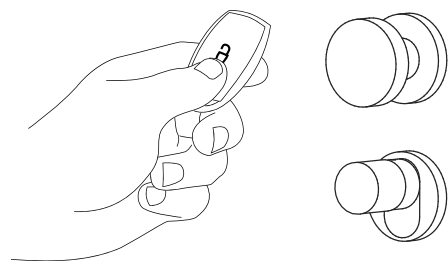

Fig. 1
- 1 Tenez la sE-Key 7713 dans la portée Bluetooth du cylindre (max. 4m) en direction du cylindre et appuyez sur la surface du transpondeur (Fig. 1).